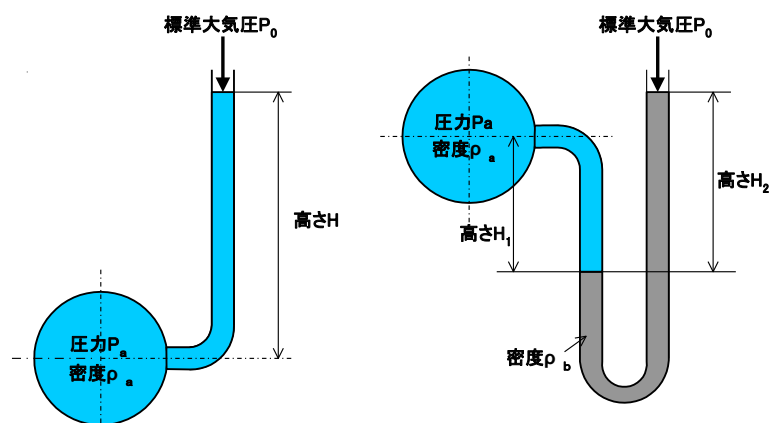

図3.9 マンノメータの研究課題
1. 図3.9の左側の圧力 P_a を絶対圧力およびゲージ圧力で求めよ。ただし、高さは $H=5\text{m}$ 、密度は
2. 図3.9の右側の圧力